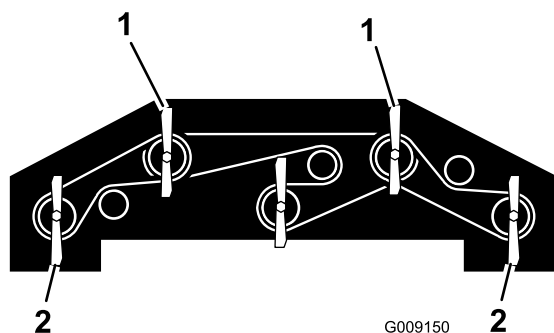

Figure 93
1. Tournez les 2 lames avant extérieures et les lames des ailettes pour les pointer vers l'avant (Figure 93).